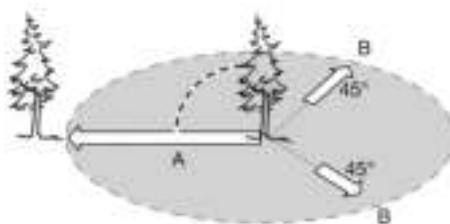

Рис. 8. Расчет пути отхода при валке дерева
- Когда дерево начнет падать, путь отхода должен быть направлен по диагонали в сторону, противоположную направлению падения, под углом 45 градусов. Вы должны отойти минимум на 3 метра от ствола, на тот случай, если во время падения комель дерева отскочит в сторону (Рис. 8).
- Выберите направления падения дерева. Для этого следует учсть силу и направление ветра, естественный наклон дерева, равномерность распределения веток в кроне дерева. Начните пилить с той стороны дерева, куда оно должно упасть (Рис. 8).